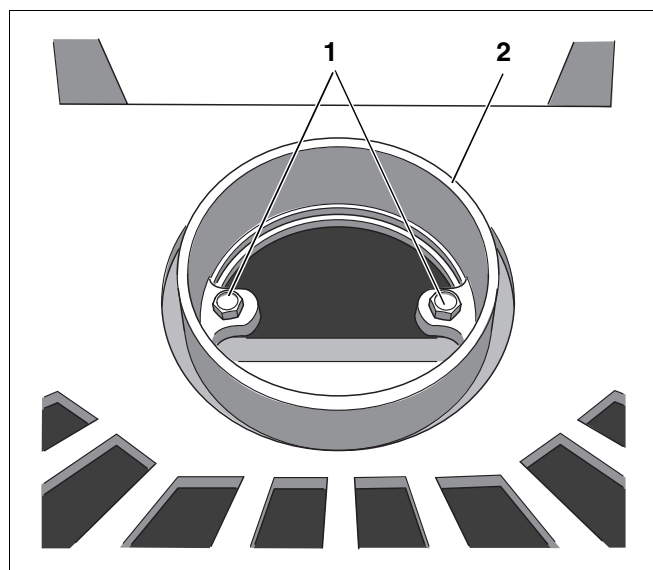

Abb. 19 Abgasanschluss Oberseite – Abgasstutzen
- Schrauben des Abgasstutzens (Abb. 19, **Pos. 1**) am Abgasanschluss Oberseite lösen.
- Abgasstutzen (Abb. 19, **Pos. 2**) entfernen.